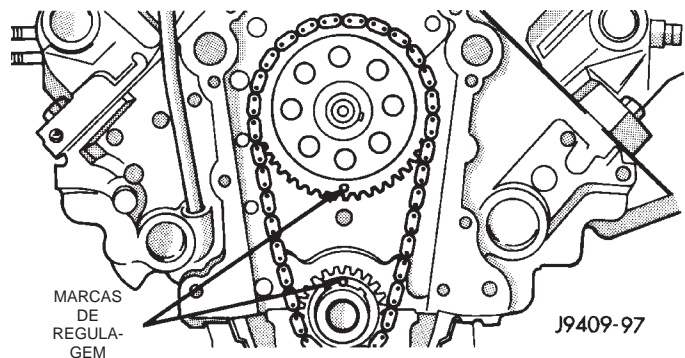

Fig. 41 Alinhamento das Marcas de Regulagem
(4) Instale a placa de encosto do eixo de comando das válvulas e o compensador de óleo da corrente. **Certifique-se de que as espigas entrem no orifício direito inferior na placa de encosto.** Aperte os parafusos com um torque de 24 N·m (210 pés-lb.). A extremidade superior do compensador deve ser plana com a placa de encosto para absorver óleo para a lubrificação da corrente.
(5) Coloque uma roda dentada do eixo de comando das válvulas e uma roda dentada do eixo de manivelas na bancada com marcas de regulagem na linha central imaginária exata através dos cilindros do eixo de comando das válvulas e do eixo de manivelas.
(6) Coloque a corrente de distribuição em torno de ambas as rodas dentadas.
(7) Gire o eixo de manivelas e o eixo de comando das válvulas para alinhar com a localização do rasgo de chaveta na roda dentada do eixo de manivelas e na roda dentada do eixo de comando das válvulas.
(8) Levante as rodas dentadas e a corrente (mantenha as rodas dentadas apertadas contra a corrente na posição adequada, conforme descrito).
(9) Deslize ambas as rodas dentadas igualmente sobre seus respectivos eixos e use uma régua sem graduação para verificar o alinhamento das marcas de regulagem (Fig. 41).